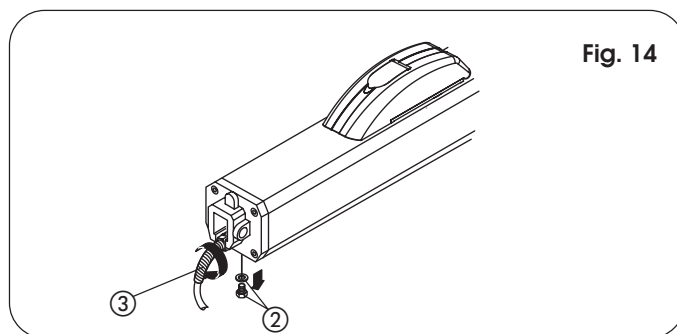

Fig. 14
- A) Zet de twee antivibratie-afstandsstukken ② op de voorste flens.
- B) Zet de kap erin door hem met kracht in het achterste deksel ① te drukken.
- C) Zet de kap vast met de zelftappende schroef ③.
- D) Zet het voorste deksel ⑤ op de kap en zet hem vast met de FIX-dop ④.
- 13) Monteer de knikbescherming voor de elektriciteitskabel (ref. ③, Fig. 14).
- Haal de ontfluchtingsschroef weg (Fig. 14, ref. ②).